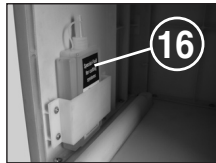

Fig. 6
- Haal de opvangbak (14) eruit, haal het oliereservoir (16) (Fig. 6) uit de houder in de onderkast en schuif de opvangbak weer op zijn plaats.
- Druppel wat olie op een vel papier en voer dit in via de papiertoevoergleuf (12).
- Trek de opvangbak (14) net zo ver uit tot het controlelampje (8) gaat branden.
- Controlelampjes (7) en (4) knipperen.
- Druk op de achteruittoets (4) en houd deze ingedrukt tot het controlelampje (7) gaat uit.